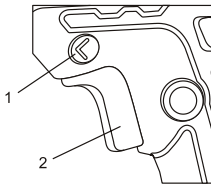

Fig. 1
L'inverseur de marche (1) se trouve au-dessus de l'interrupteur à gâchette (2) (Fig. 1). Pour que la perceuse tourne dans le sens des aiguilles d'une montre (perçage), poussez l'inverseur de marche vers la droite. Pour que la perceuse tourne dans le sens contraire des aiguilles d'une montre, poussez l'inverseur de marche vers la gauche.